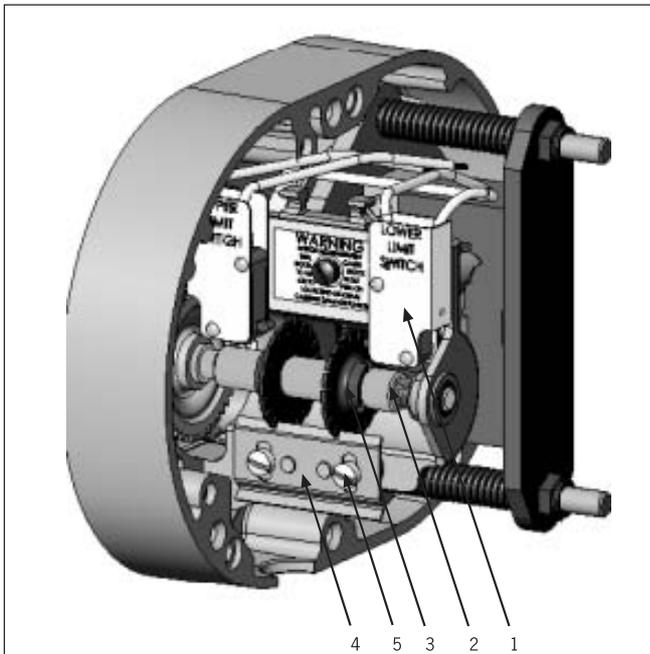

Fig. 19 - Endschalter - Gehäusetypen CPM/F-L 2-8
4. Die Schrauben lösen, damit die Führungsplatte aus der Verbindung mit den Stellmuttern verschoben werden kann (Fig. 19 und 20).
Fig. 19 a - Endschalter - Gehäusetypen CPM/F-L 2-8